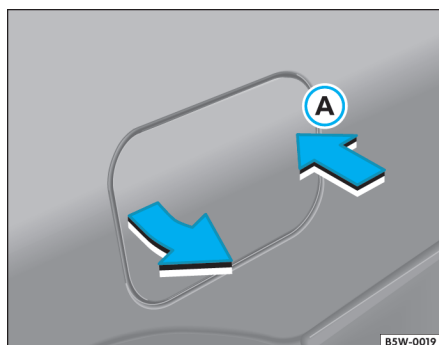

Fig. 93 Acceso al bocal de carga
– Presione la tapa en la zona de la flecha **A** ⇒ fig. 93 para tener acceso al bocal de carga. En los vehículos de 2 puertas, la apertura es realizada a través del chaflán existente en la parte inferior de la tapa.